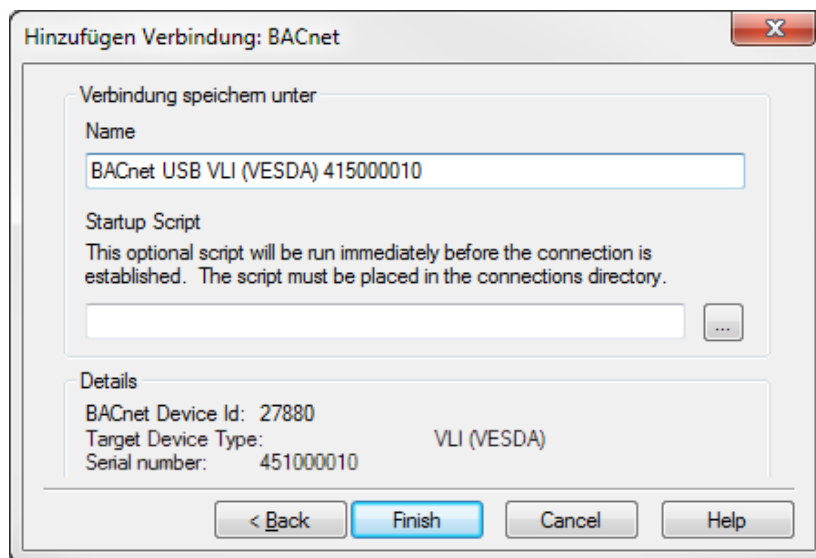

Abbildung 5-6: Verbindungsnamen eingeben
7. Vergeben Sie einen eindeutigen Namen für die Verbindung oder akzeptieren Sie den vom System generierten Namen und klicken Sie anschließend auf „Beenden“ (Abbildung 5-6).